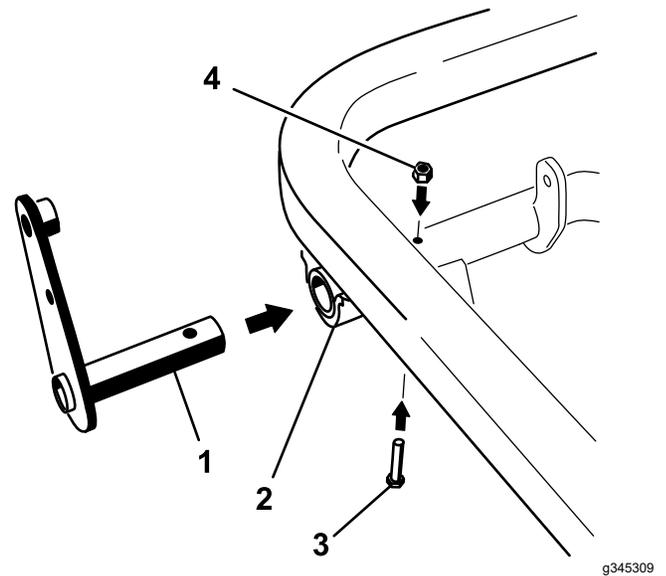

Figure 13
1. Insérez le tenon du levier dans l'extrémité gauche du tube de pivot et fixez-le en place en insérant un boulon (5/16 x 2 po) et un contre-écrou (5/16 po) dans le tube de pivot (Figure 13).